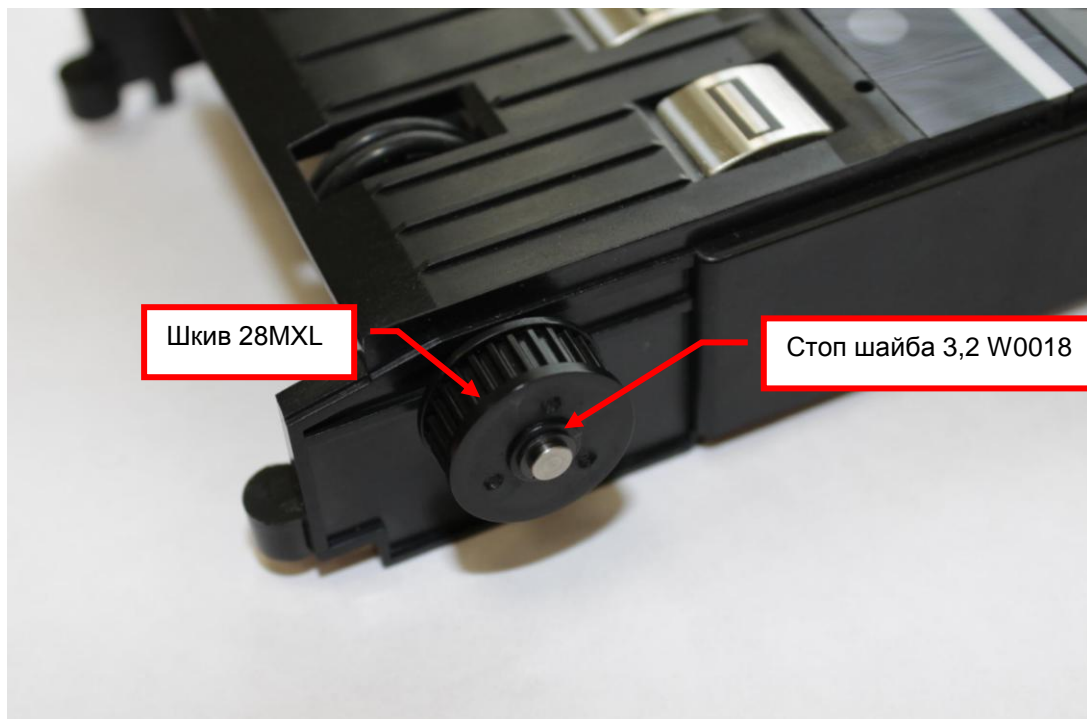

Рис. 8.37
8.16.3 Снимите, с помощью пинцета, стоп шайбу 3,2 W0018, фиксирующую шкив 28MXL на оси задней (см. рис.8.37). Снимите шкив 28MXL с задней оси.